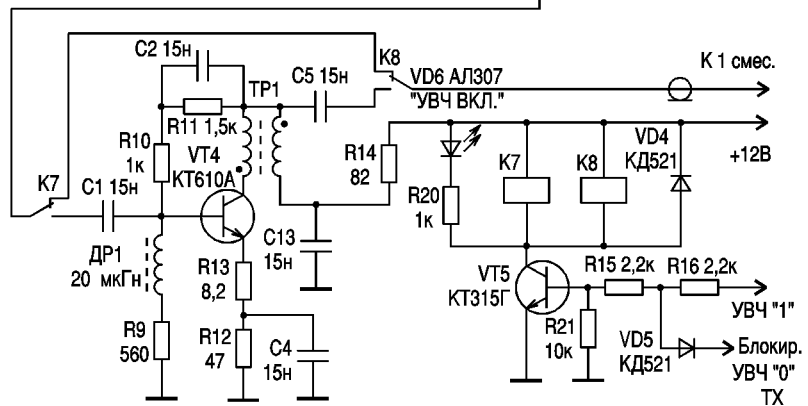

рис. 2
**Входные цепи и диапазонные фильтры.** На рис.2 показана принципиальная электрическая схема входных цепей трансивера от разъема подключения антенны XS1 до входа первого смесителя, включая элементы коммутации. Резистор R17 предотвращает накопление статического заряда на изолированной от земли антенне. Разделительный конденсатор C6 служит для исключения попадания на вход трансивера напряжения промышленной частоты 50 Гц.
Весь диапазон принимаемых частот разбит на девять полос по принципу: чем больше загружен диапазон - тем уже полоса. Это позволило разгрузить первый смеситель со стороны сигнального входа. Для упрощения на рис.2 показана схема только одного ДПФ (трехконтурного полосового фильтра) с полосой 26-30 МГц. Реальная полоса пропускания фильтров шире на 300-500 кГц, что обеспечивает перекрытие по частоте двух соседних ДПФ при переключении диапазонов и не приводит к потере чувствительности трансивера. Все остальные ДПФ выполнены по аналогичным схемам. Исключение составляет ДПФ диапазона 3-4 МГц (сравнительно узкую полосу 1 МГц можно реализовать двухконтурным фильтром) и фильтр с полосой 0-3,5 МГц. Последний представляет собой двухзвенный ФНЧ с частотой
Переключают ДПФ реле и электронные ключи. Для упрощения на рис.2 показан только один ключ - VT3. Команды включения нужного ДПФ подаются из блока синтезатора частоты первого гетеродина, где для этого предусмотрена соответствующая схема [1]. Первые три выхода переключателя диапазонов в трансивере объединены в логическую схему "или" (диоды VD6-VD8) и включают один фильтр трех первых низкочастотных диапазонов (0-1 МГц), (1-2 МГц), (2-3 МГц). Такое техническое решение позволило упростить блок ДПФ, а также расширить диапазон принимаемых частот "снизу".